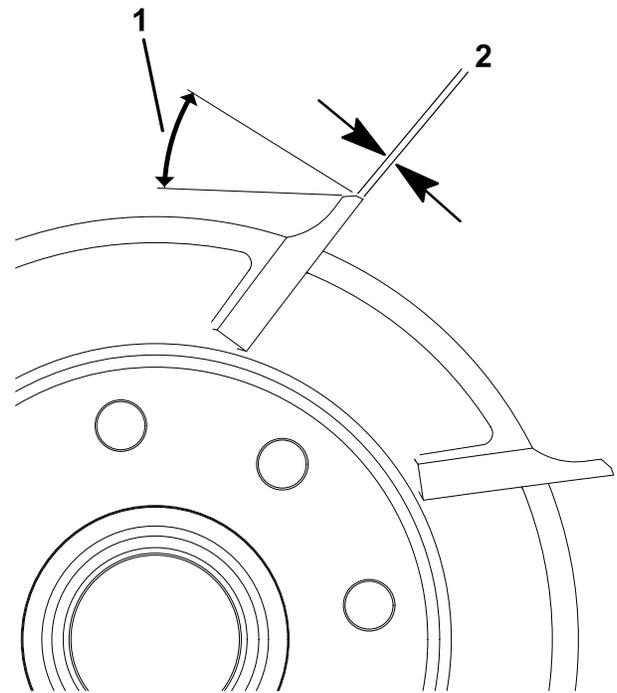

Bild 19
1. Tragen Sie einen Hinterschliff von 30 Grad auf alle Messerspindeln auf, bis die Kante 0,76 bis 1,27 mm breit ist (**Bild 19**).